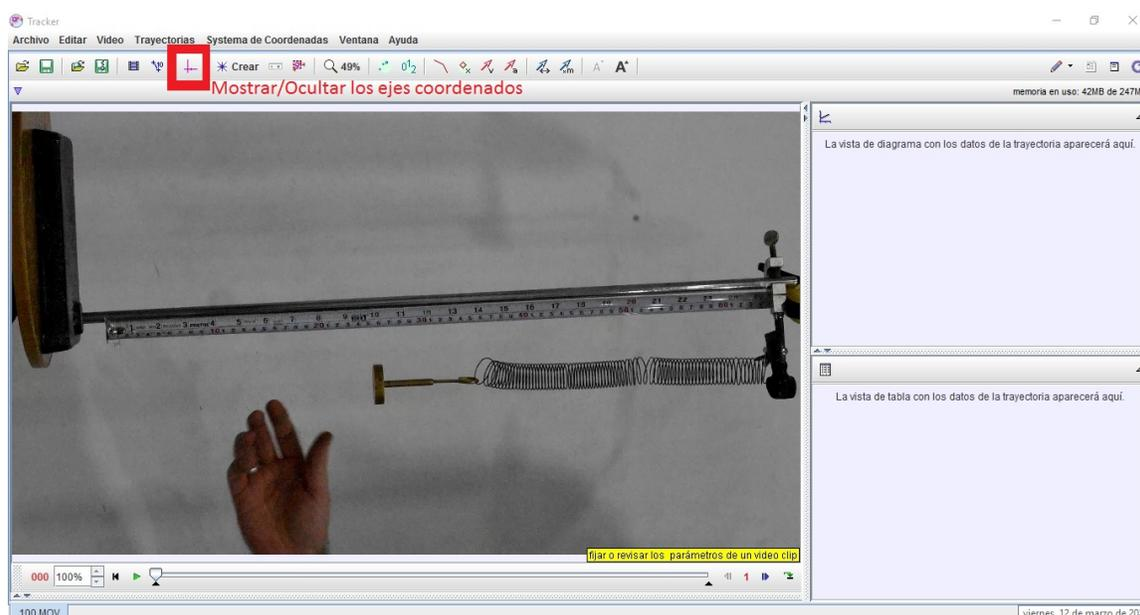

Figura 2.3: Carga de vídeo en Tracker Video Analysis
3. Abra el software Tracker Video Análisis, desde el menú principal seleccione la opción vídeo, importar... Busque el vídeo 100.MOV y haga clic en abrir. Espere con calma, tal vez se demore unos segundos cargando el vídeo en el programa. El resultado final se observa en la figura 2.3
4. Utilizando el control de la barra superior Mostrar/Ocultar los ejes coordenados (recuadro rojo en la figura 2.3). Active el sistema de referencia y arrástrelo con el mouse (clic sostenido) desde el origen del mismo hasta que coincida con la masa.